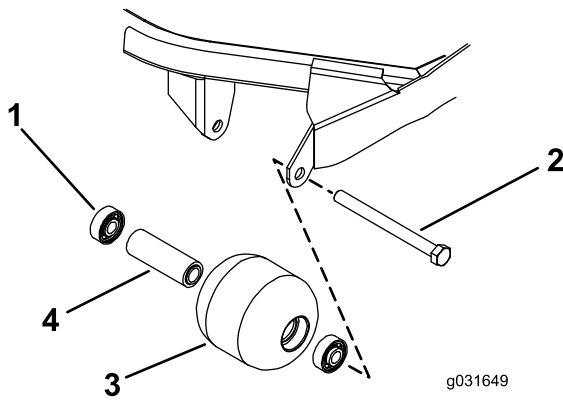

图 72
1. 卸下滚筒安装螺栓 图 72。
4. 检查滚筒壳体、轴承以及轴承隔块是否受损 (图 72)。
1. 仅按住外圈或同时按住内、外圈将第一个轴承按入滚筒壳体 图 72。
2. 插入隔片 图 72。
3. 仅按住外圈或同时按住内、外圈将第二个轴承按入滚筒壳体直至其触及隔块 图 72。